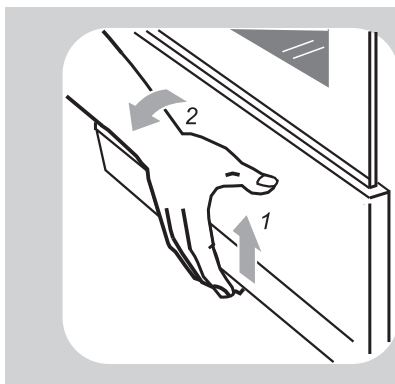

Рис. 13
- Плиты выпускаются двух исполнений: с выдвигающим ящиком и с откидной дверцей. Чтобы открыть дверцу, ее нужно приподнять вверх и наклонить на себя (рис. 13).